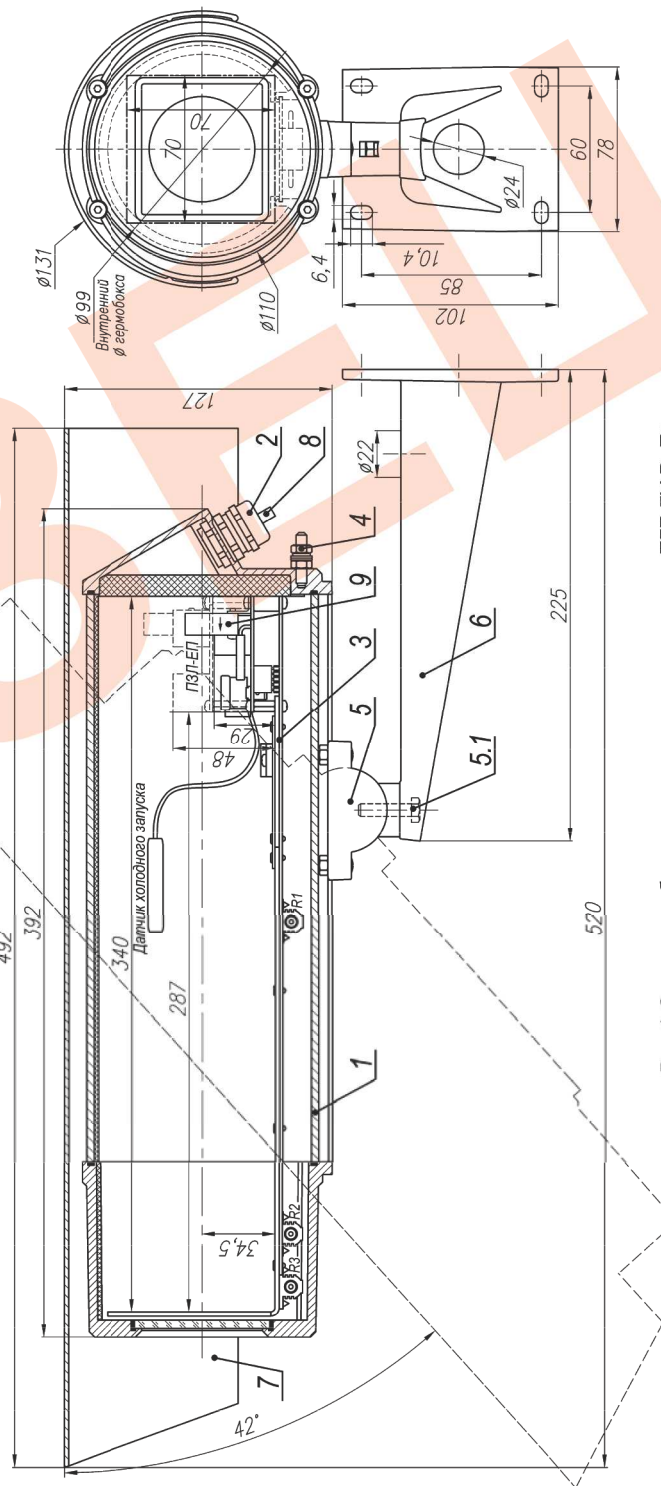

Рис.1 Состав и габаритно-установочные размеры ТГБ-7У PoE+
2. Выдвинуть модуль видеокамеры (поз.3 рис.1) из кожуха.
4. Закрепить датчик холодного запуска (рис.1) на верхней поверхности корпуса видеокамеры с помощью площадки самоклеящейся и стяжки нейлоновой.
10. Ослабив болт фиксации шарнира (поз.5.1 рис.1), установить гермобокс на нужное направление обзора, после чего надёжно зафиксировать шарнир затянув болт.
11. Заземлить гермобокс с помощью болта заземления (поз.4 рис.1).
11. Габаритные размеры см. рис.1
В состав изделия входят (см. рис.1):